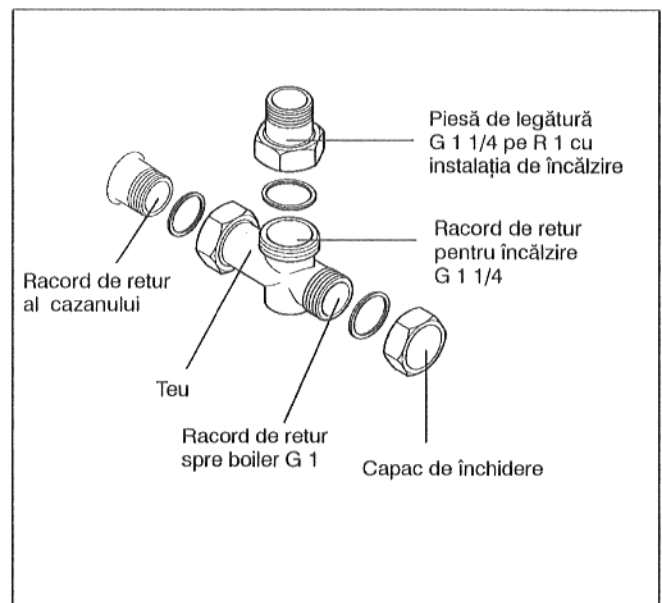

Fig. 7: Racordul de retur apă caldă G124 X
* La cazanul G124 X (vezi și fig.7)
- Garnitura se așează în piulița olandeză a teului livrat, iar teul trebuie înșurubat strâns de racordul de retur apă caldă (Fig. 7). În cazul în care nu se racordează un boiler de preparare a apei calde menajere, capacul de închidere se înșurubează cu garnitura (Fig. 7).
Piesa de legătură cu instalația de încălzire livrată, G 1 1/4 pe R1 pentru racordul de retur încălzire se montează pe derivația de 90°, dacă nu se întrebuițează circuitul de încălzire cu montare rapidă (care este un accesoriu al cazanului) (Fig. 7).